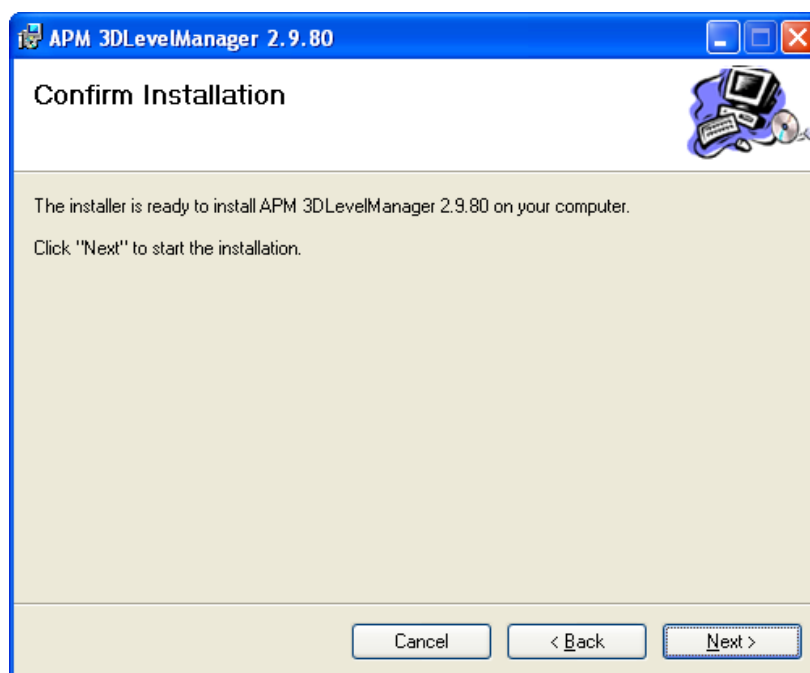

Рисунок 5
6. Подтвердите установку программы, нажав на **Next** (см. Рисунок 5), или возвратитесь к предыдущим шагам для правки, если есть такая необходимость.